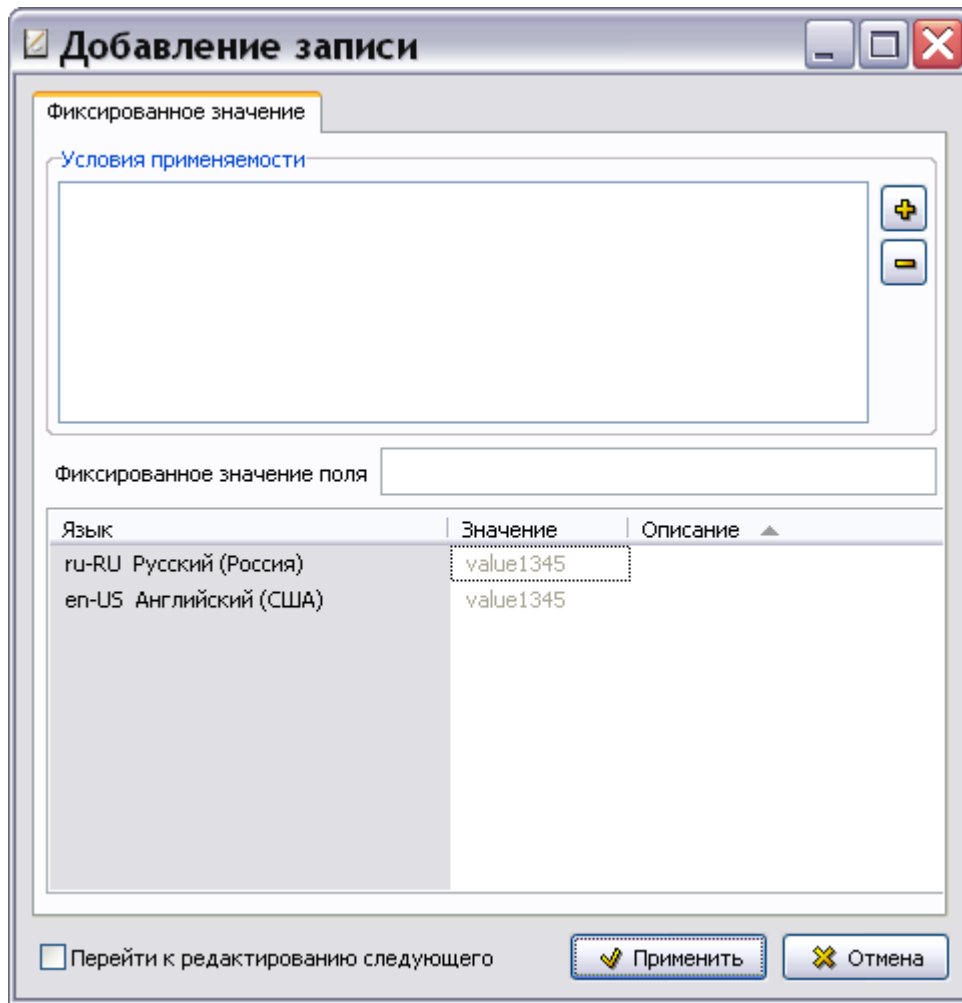

Рис. 2.27
3. В нижнем правом окне редактора нажмите на кнопку **Добавить**. После этого появится диалоговое окно **Добавление записи** для фиксированного значения (Рис. 2.27).